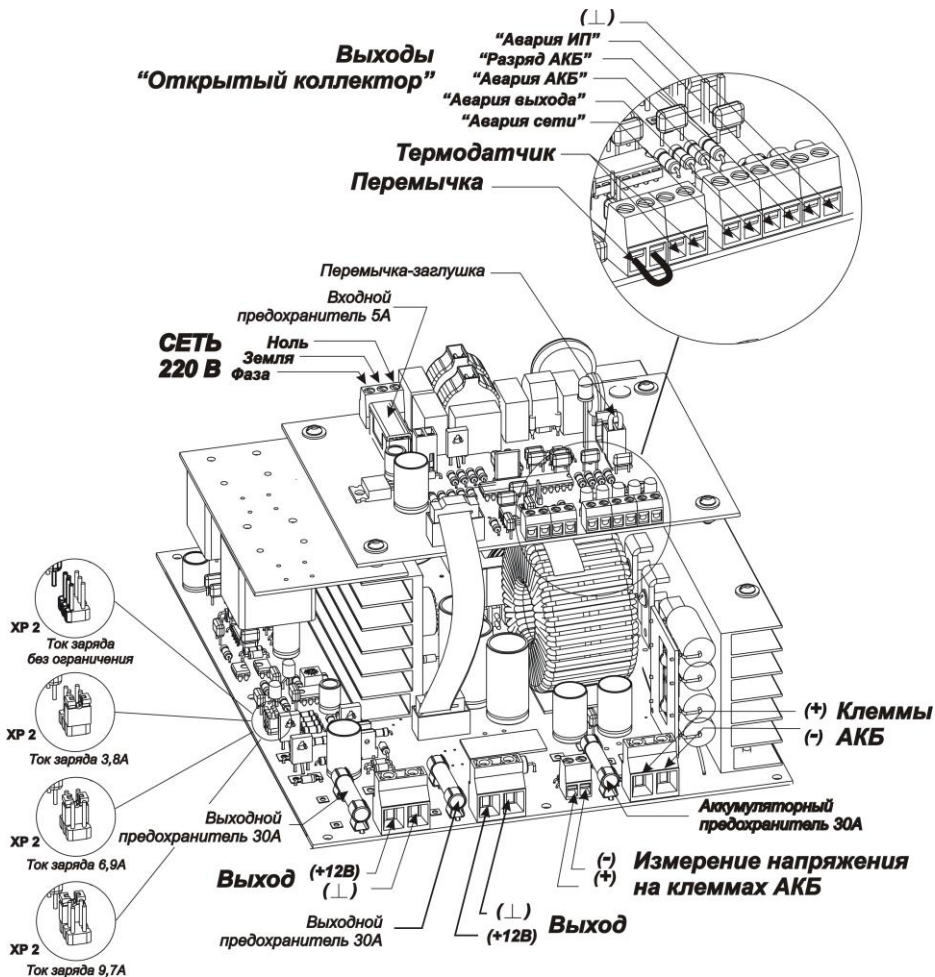

Рисунок 4
- выставить перемычками ток заряда АКБ см. табл. 3 и рис. 4 (перед выбором тока заряда, посмотрите в документации на АКБ, используемые у вас, какой ток зарядки рекомендуется);